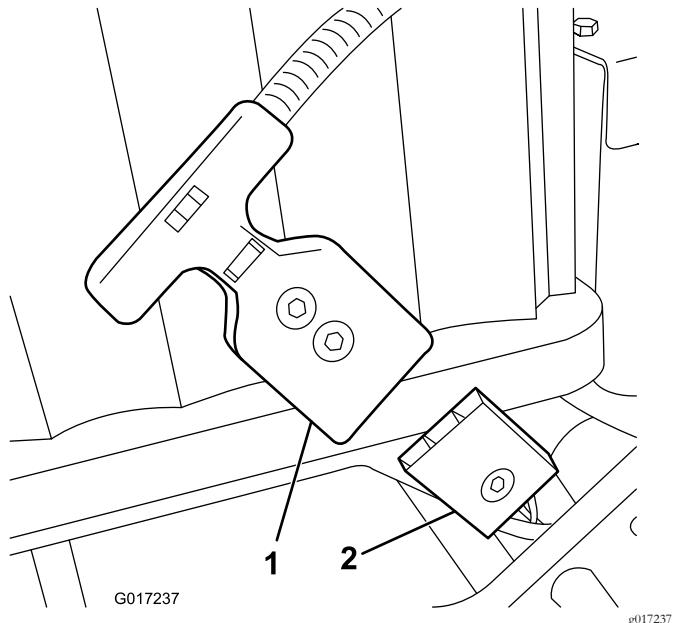

Figura 17
Nota: Qualora risulti impossibile far combaciare la presa del pacco batteria con la spina di cablaggio della macchina mentre il pacco batteria è installato, collegate invece il cablaggio al pacco batteria e quindi installate il pacco batteria. Rimuovete il connettore dell'alimentazione principale (Figura 17) dalla base della batteria. Montate il connettore sulla batteria come indicato. Montate la batteria sulla base, avvitando il cablaggio preassemblato collegato attraverso il foro apposito e poi fissate il connettore dell'alimentazione principale alla base della batteria utilizzando i dispositivi di fissaggio rimossi in precedenza.
16. Collegate il connettore della maniglia a T del cablaggio preassemblato principale al connettore dell'alimentazione principale sulla base della batteria (Figura 17).